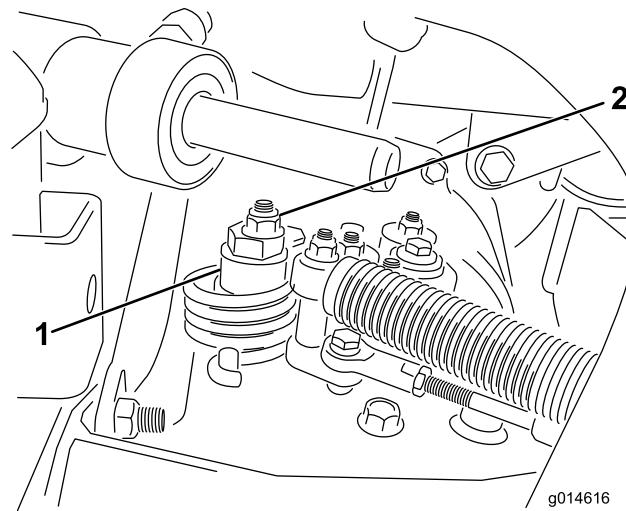

図 46
- A. 偏芯ナットをハイドロスタット上部に止めているナットをゆるめる図 46。
- C. どちらにも車輪が回らないように偏芯ナットを回して調整する。調整ができたら固定ナットを締める図 46。スロットル SLOW および FAST 位置で調整が正しいことを確認する。